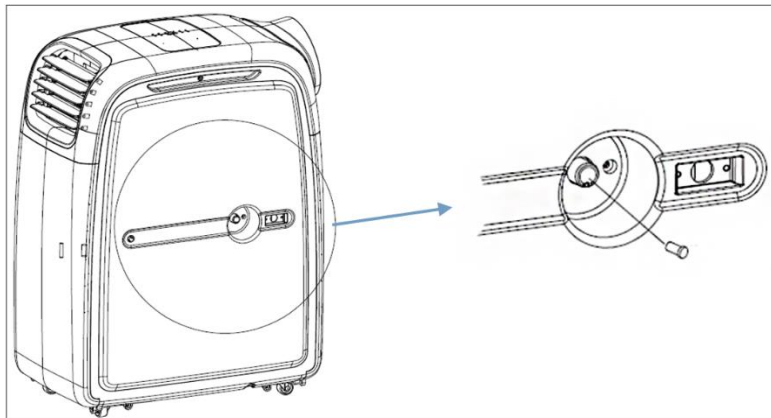

Fig. 3
- Se il serbatoio dell'acqua è pieno, sul display compaiono i codici "E2" nella modalità operativa deumidificazione e raffreddamento e "E4" nella modalità operativa riscaldamento. Il compressore si ferma. Rimuovere la valvola dall'apertura di drenaggio e lasciare che l'acqua fuoriesca dal tubo di drenaggio (vedere Fig. 3). Poi applicare di nuovo la valvola. Il codice corrispondente scompare dal display LED e il dispositivo continua la messa in funzione.